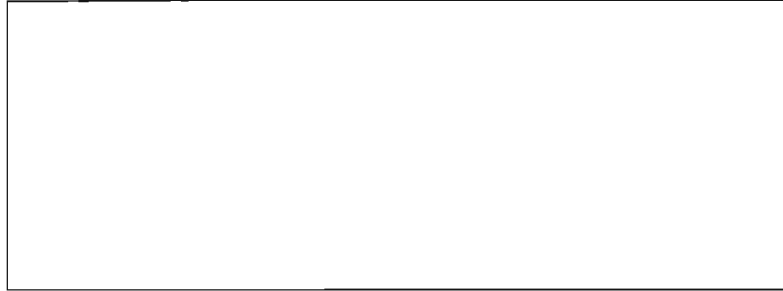

Figura 1-17. Símbolo de la Válvula de Función Y.
- ☐ 17. Examine la Válvula de función Y. El aire comprimido fluye a través de la válvula únicamente si las señales son aplicadas en ambas entradas. Las características de esta válvula corresponden a la función Y en la lógica de Boole. Dibuje el símbolo del componente en la figura 1-17.